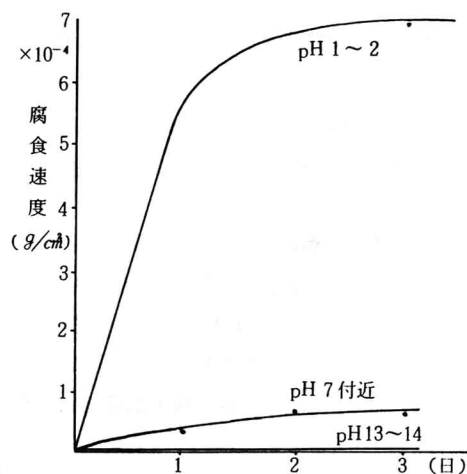

図5 腐食速度と液性
- ⑤ 液のPHはすべて6～7に近づく傾向にある。
- ⑥ PH 1～2の酸性液での腐食速度は大である（水素発生型）。中性付近での腐食速度は小さい（さび生成型）。PH13～14では全く腐食されない（図5）
(3) そ の 他